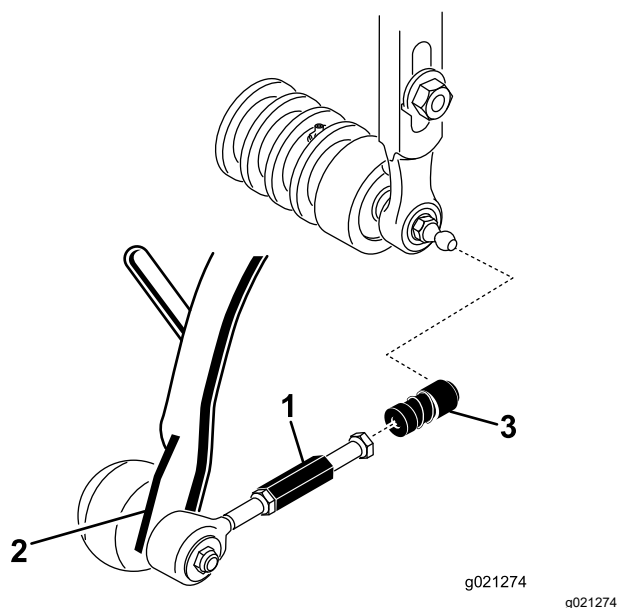

図 7
- ボールジョイントのレシーバのスリーブを後ろにずらし、レシーバをカッティングユニットのボールスタッドに嵌め合わせる 図 7。